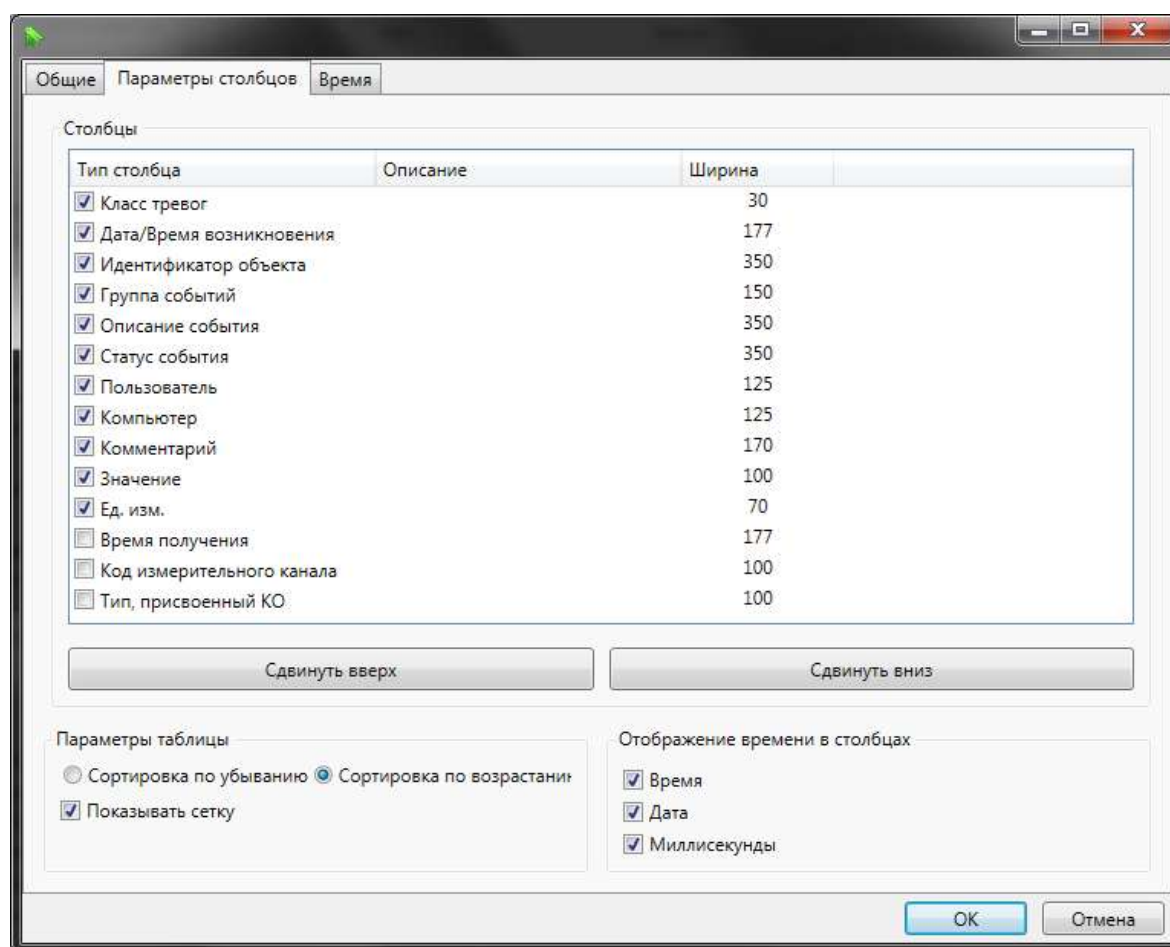

Рисунок 97 – Раздел **Параметры столбцов** фильтра ЖС
- **Параметры столбцов**, где настраивается перечень столбцов с описанием произошедшего события (рисунок 97, таблица 44);